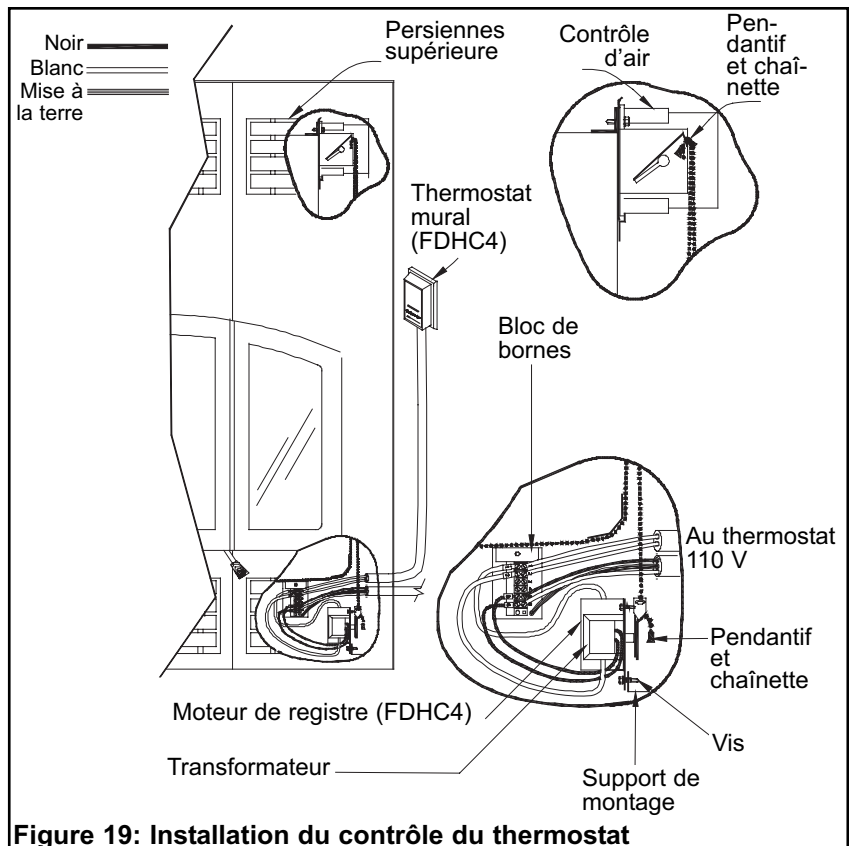

Figure 19: Installation du contrôle du thermostat
2. Le moteur du registre et le transformateur sont montés sur un support dans le coin inférieur droit du foyer (Figure 19).
5. Câblez le thermostat comme indiqué à la (Figure 19), en vous assurant que la commande murale est assez éloignée de la radiation directe du foyer. Assurez-vous qu'elle se trouve à au moins 10 pieds du foyer mais dans la même pièce.